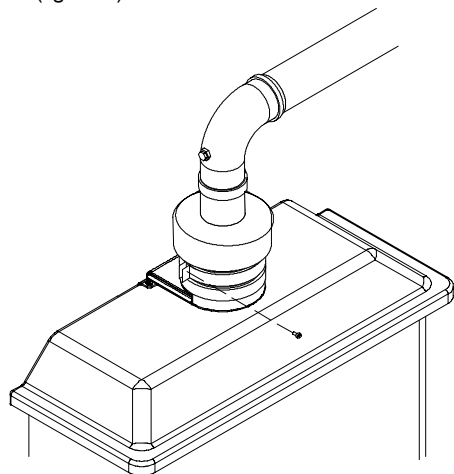

fig. 5.39
- Fissare la guarnizione a manicotto con la fascetta metallica e la vite (fig. 5.39).